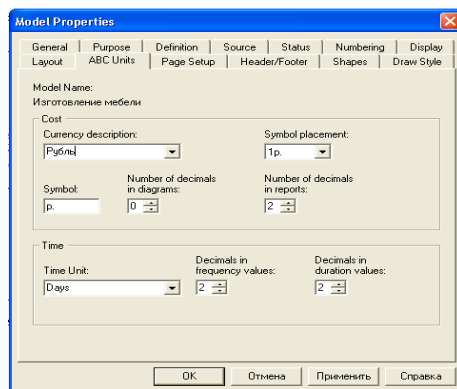

Рис. 6.3. Вкладка ABC Unit диалога Model Properties
2. В диалоговом окне **Model Properties (Model - Model Properties)** во вкладке **ABC** установите единицы измерения денег и времени – рубли и часы (рис. 6.3.).